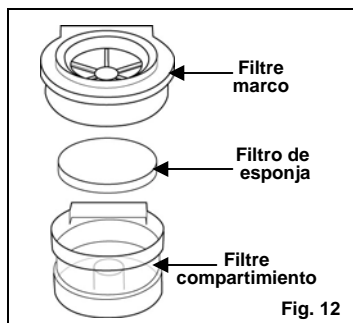

Fig. 12
2. Extraiga la junta con la unidad de filtrado por la parte de arriba. (Fig. 12)